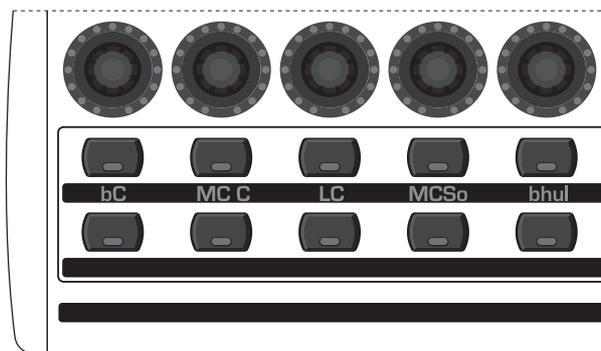

Abb. 4.9: Emulations-Modus-Taster
1. Drücken und halten Sie den gewünschten Mode-Taster (s. Abb. 4.9).